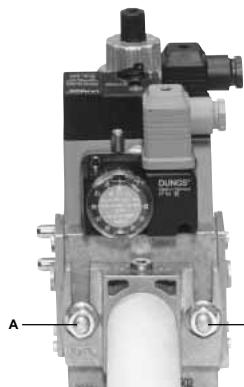

Fig. 6
3. Strangeti suruburile A, B, C si D (Fig. 6 - Fig. 7) , in functie de pozitia de montrare (Fig. 9) ;